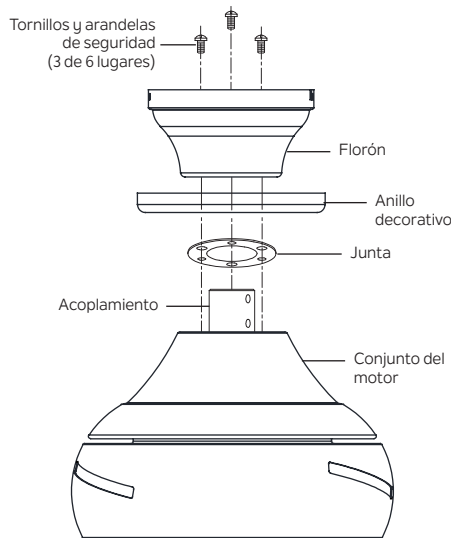

Figura 10B
**Paso 4.** Retire tres de los seis tornillos y las arandelas de seguridad (uno sí y uno no) de la parte superior del conjunto del motor (**Figura 10B**). Conserve los tornillos y las arandelas de seguridad.
**Paso 5.** Coloque la junta, luego el anillo decorativo y luego el florón sobre el acoplamiento en la parte superior del conjunto del motor. Alinee los orificios del florón y la junta con los orificios en la parte superior del ensamble del motor y ajuste la junta y el florón al ensamble del motor con los tornillos y las arandelas de seguridad que se retiraron en el **paso 4**. (**Figura 10B**).
**Paso 6.** Apriete los tornillos firmemente (**Figura 10B**).